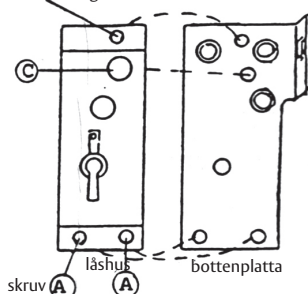

Bild 11
- 1 Skruva fast låshuset i bottenplattan med regelhusets skruv enligt bild 11. För att komma åt skruven måste regeln vara helt införd i låshuset. Se bild 12. Skruva sedan fast låshuset ytterligare med skruv C.
- 3 Fixera låshuset med skruvtyp A enligt bild 11.